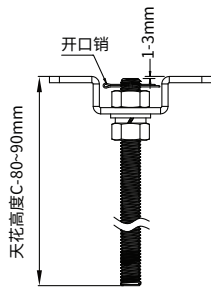

图7
- 螺杆组件制作方法:取M8两螺母使螺杆固定锁在挂板的长圆孔上,螺杆头不能凸出挂板底面,在螺杆头部加工开口销孔,以防螺母旋转松脱,发生安全事故;按天花的高度计算螺杆的长度切短(尺寸见图7)。